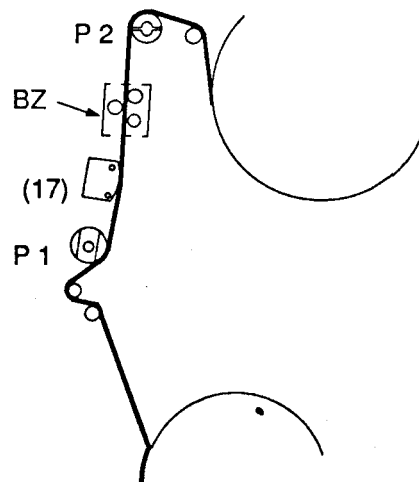

Fig. 20
- Nach ca. 20 Sekunden den Bandzugmesser "BZ" nach Fig. 20 in den Bandlauf einfügen.
- After about 20 seconds fit the Tape Tension Meter "BZ" as shown in Fig. 20.
- Dopo ca. 20 sec., accostare il misuratore "BZ" al nastro che scorre come indicato in fig. 20.